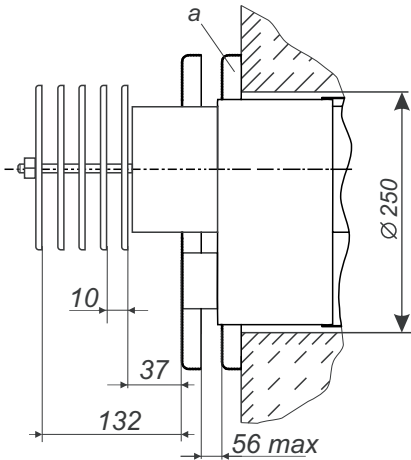

Рис. 3. Встановлення дисків димоповітряного блоку для апаратів потужністю 10-15 кВт
1 - вхідний патрубок підведення води в другий контур; 2 - газовий клапан; 3 - термінатор; 4 - датчик температури; 5 - вхідний патрубок підведення води в другий контур; 6 - вихідний патрубок другого контуру; 7 - патрубков підключення газу; 8 - димоповерхня блок (докладніше рис.3, 5, 5а); 9 - патрубков відводу води в систему опалення; 10 - місце установки ТЕНа (ТЕН в комплекті апарата не входить); 11 - патрубков подачі води з системи опалення; 12 - оглядове вікно; 13 - запальник; 14 - основний пальник
6.3.1. В зовнішній стіні будинку, згідно з рис. 2, пробити горизонтальний канал діаметром 190 мм для апаратів потужністю 5-7 кВт, 250 мм для апаратів потужністю 10-15 кВт (рис. 3; 5). При цьому необхідно враховувати, що для забезпечення установки та зняття апарата, а також для зняття та установки газопальникового пристрою перед фронтом апарата на відстані **не менше 1 м від стіни** не повинно бути ніяких будівельних елементів або стаціонарно встановленого обладнання.
Для апаратів потужністю 10-15 кВт на виступаючий газохід зовнішній установити набір дисків. Закріпити диск "а" до зовнішньої стіни і відрегулювати їх (рис. 3).